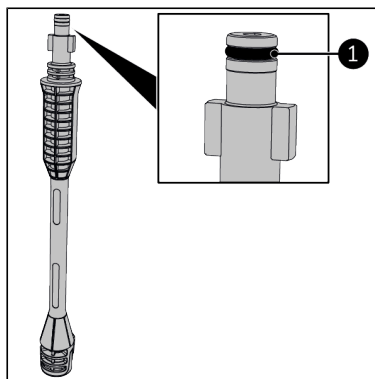

Figure 80.
6. Passez de la vaseline sur le joint torique de la rallonge de la lance (Figure 80, pos. 1).